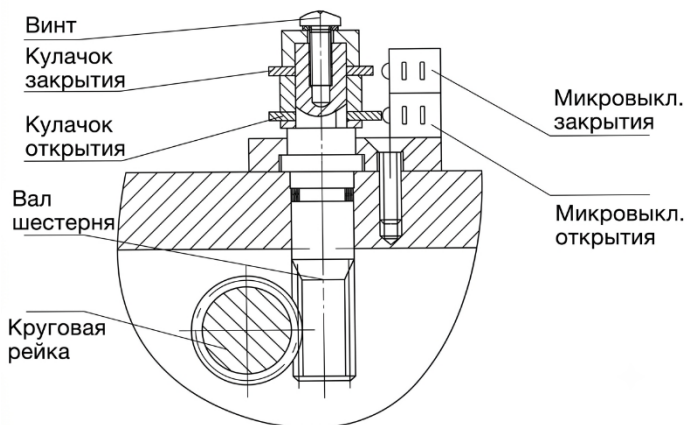

Рис. 7. Контроллер момента (FQ)
**Контроллер момента (Рис. 7):** при возрастании момента на выходном валу червяк смещается осево, воздействуя на вал момента, который поворачивает кулачок, активирующий микровыключатель. Принцип действия аналогичен контроллеру момента многооборотного привода.
### **3.3.2. Регулировка контроллера момента (Рис. 7)**
Если необходима корректировка, ослабьте винт крепления кулачка (Рис. 7), слегка поверните кулачок в нужном направлении и вновь затяните винт.